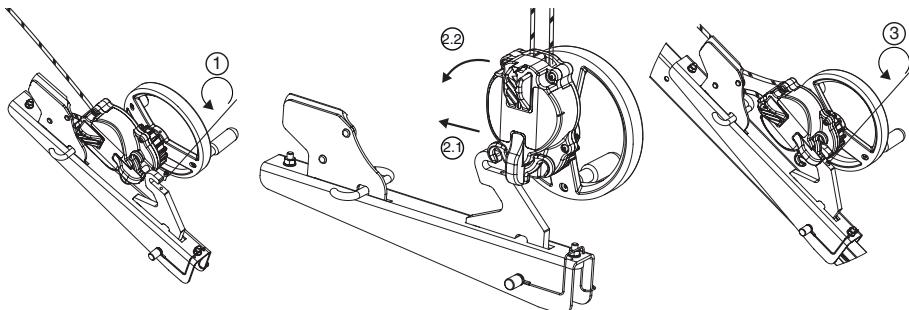

Fig. 8
### 6.3.4. derope™-toestel UP R (Fig. 8, 9 en 10)
Het derope™-toestel UP R moet op de poot van de tracpode drievoet van Tractel® bevestigd worden zoals aangegeven in Fig. 8. Elke andere bevestiging op een ander punt dan de tracpode drievoet van Tractel® is verboden.
1. Schroef de blokkeerschroef van de verankerhaak van de console voor het derope™-toestel UP R los (Fig. 8, 1).
2. Plaats het derope™-toestel UP R op de verankerhaak (Fig. 8, 2.1 – 2.2).
3. Schroef de blokkeerschroef weer vast om te vermijden dat het toestel zich van de console losmaakt (Fig. 8, 3) en controleer op deze goed geplaatst en goed vastzit.